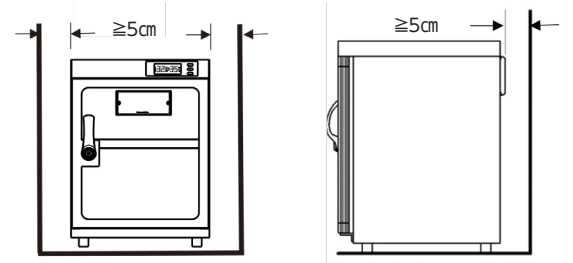

図 3. 本体設置時のすき間
- ・本体背面と側部との間に 5cm 以上の隙間を開けて設置してください（図 3）。